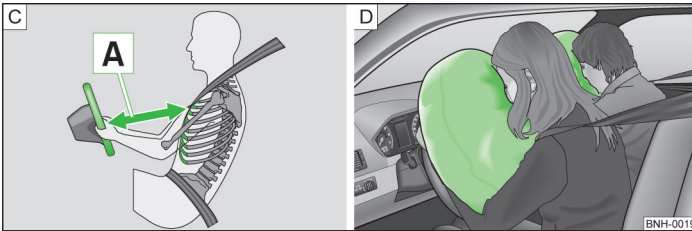

Abb. 117 Sicherer Abstand zum Lenkrad / gasgefüllte Airbags
Werden die Airbags ausgelöst, entfalten sich diese vor dem Fahrer und Beifahrer » Abb. 117 - D. Beim Eintauchen in den voll aufgeblasenen Airbag wird die Vorwärtsbewegung des Fahrers und Beifahrers gedämpft und das Verletzungsrisiko für Kopf und Oberkörper reduziert.
- Für den Fahrer und Beifahrer ist es wichtig, einen Abstand von mindestens 25 cm zum Lenkrad bzw. zur Schalttafel einzuhalten  » Abb. 117. Wenn Sie den Mindestabstand nicht einhalten, kann Sie das Airbag-System nicht schützen - Lebensgefahr! Außerdem müssen die Vordersitze und die Kopfstützen immer der Körpergröße entsprechend richtig eingestellt sein.